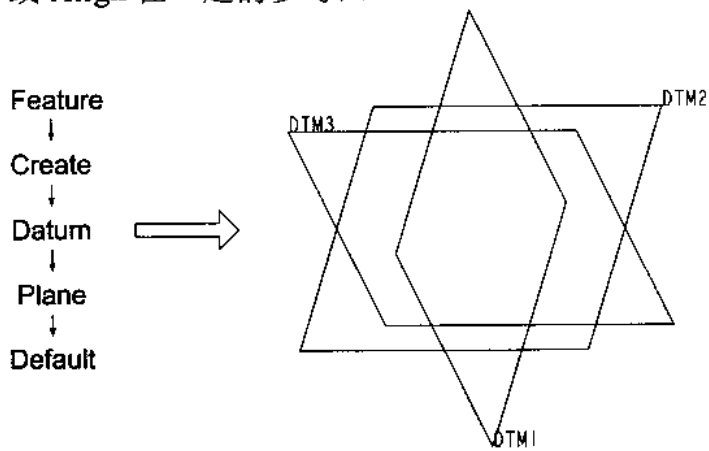

图 1.1
1. 开始建立 3D 模型前先建立三个默认的基准面 (Default datum planes), 如图 1.1 所示, 其作用如下: